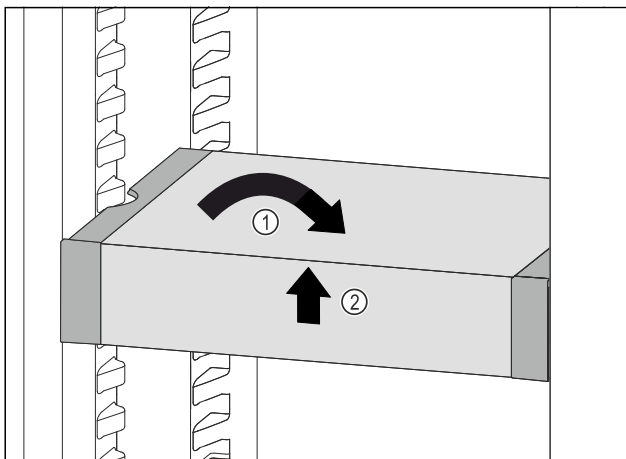

Fig. 104
- ▶ 将 VarioSafe 放平。 Fig. 104 (1)
- ▶ 抬起 VarioSafe 前部。 Fig. 104 (2)